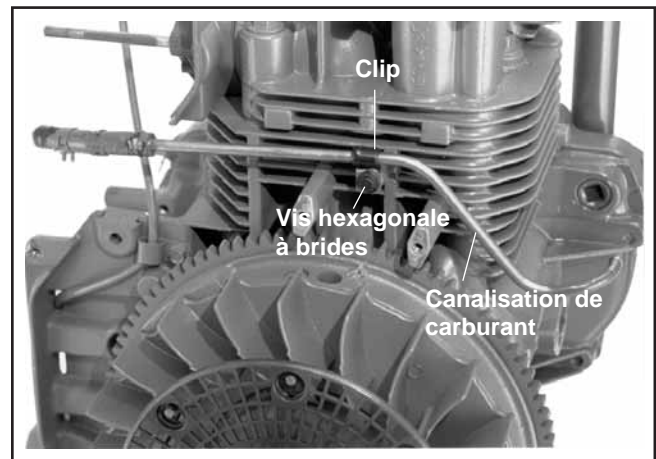

Figure 11-27. Installation de la canalisation de carburant.
1. Installer la canalisation de carburant, la pince et la vis hexagonale à brides. Voir la figure 11-27.